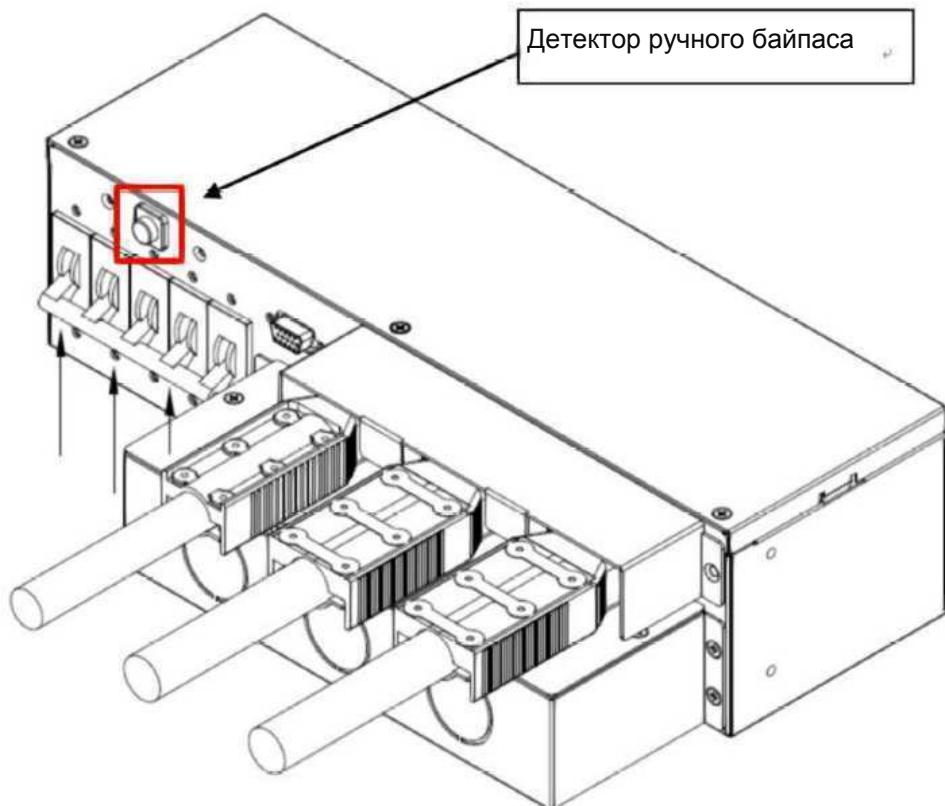

Рисунок 8-2. Включение переключателя ручного байпаса БСБ
- Под крышкой находится детектор ручного байпаса (см. Рисунок 8-2), который автоматически активируется после снятия крышки для отправки на ИБП сообщения о переходе в режим байпаса. После подтверждения запуска ИБП в режиме байпаса включите переключатель ручного байпаса. Теперь подключенные нагрузки получают питание от общего источника. См. **Рисунок 8-2**.